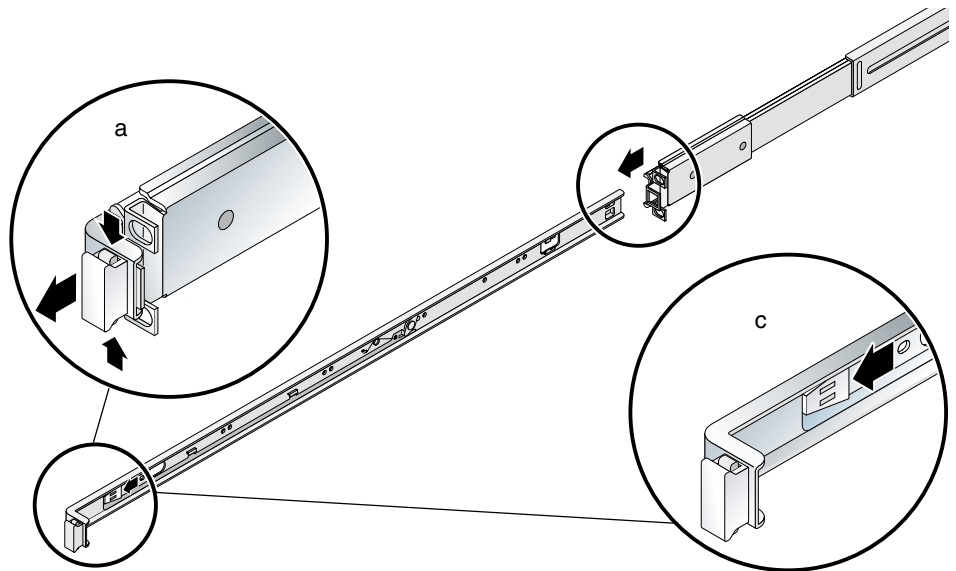

図 2-1 内部レールのスライド部品からの取り外し
1. スライド部品から内部レールを取り外します。詳細は、図 2-1 を参照してください。
- c. 内部レールの内側にあるレール止めを引いてロックを外します。詳細は、図 2-1 を参照してください。